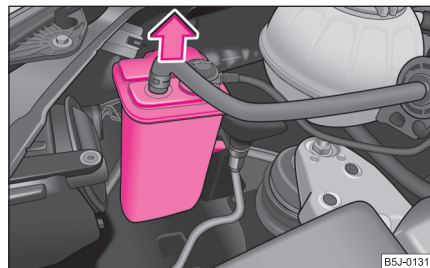

Fig. 185 Scoaterea rezervorului de cărbune activ
- La autovehiculele cu motor pe benzină, înainte de înlocuirea becurilor din farul dreapta față, scoateți rezervorul de cărbune activ ⇒ fig. 185.